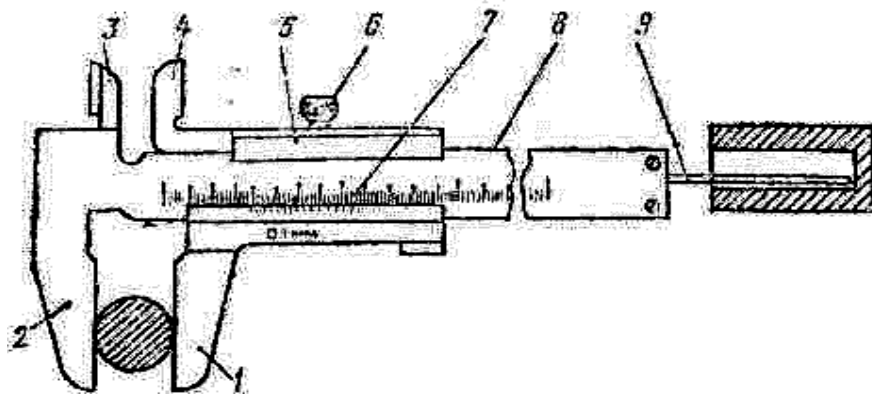

Рис. 1
4. Ознакомиться с устройством штангенциркуля типа ШЦ-I с ценой деления нониуса 0,1 мм (рис. 1). Назвать позиции.
4. Указать элементы спирального сверла (рис.1).